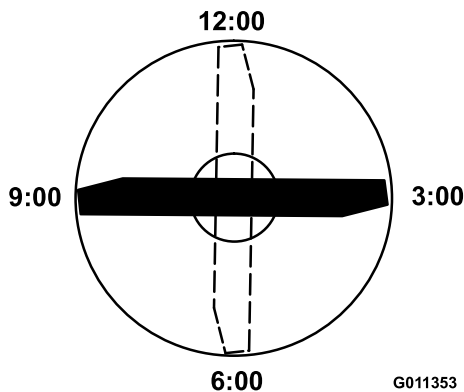

図 69
3. ブレードの印の付いているほうの端部を12時の位置車両進行方向に向け、作業台の表面からブレードの切っ先までの高さを測定する **図 69**。
4. 印の付いている端部を3時の位置と9時の位置に向けてそれぞれ高さを測定する 図 69。